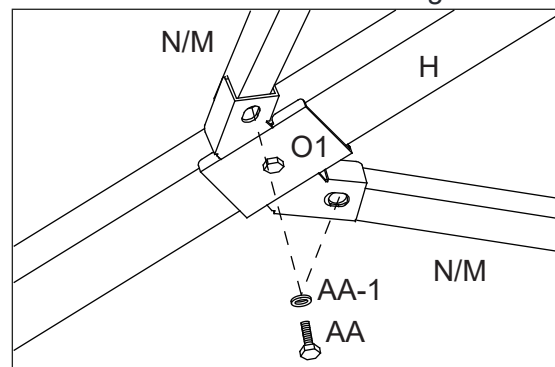

Figure 15-4
15.4. Fixez les supports de toit principaux horizontaux (N/M) au connecteur (O1) à l'aide du boulon (AA) et de la rondelle (AA-1). Voir la figure 15.4.